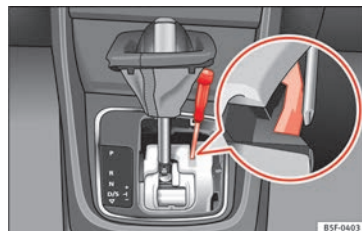

Fig. 198 Palanca selectora: desbloqueo de emergencia en la posición de aparcamiento.
- Con ayuda de un destornillador, presione la pestaña amarilla de desbloqueo lateralmente»» **fig. 198** y manténgala presionada.